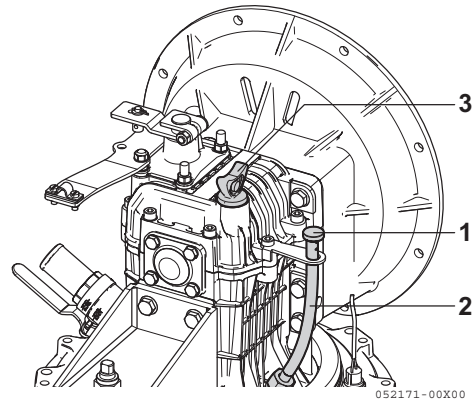

Abbildung 11
1. Zum Ölwechsel muss das Stopfen(1, **Abbildung 11**) vom Ölabsaugrohr (2, **Abbildung 11**) entfernt werden. Das Absaugen kann mit einer Handpumpe erfolgen (4, **Abbildung 12**).
2. Den Schlauch der Handpumpe (4, **Abbildung 12**) durch das Absaugrohr (2, **Abbildung 11**) schieben und die Flüssigkeit absaugen.
3. Den Ölmesstab herausrauben (3, **Abbildung 11**).
5. Den Ölmesstab einschrauben (3, **Abbildung 11**).